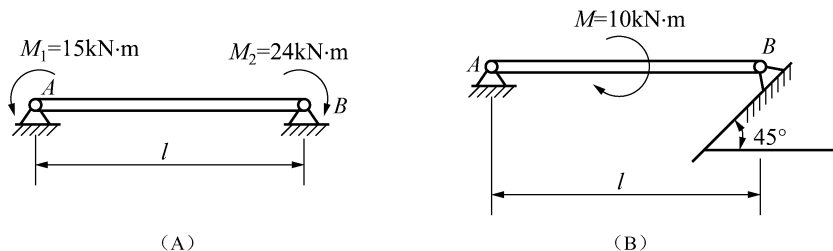

图 40
27. 构件的载荷及支撑情况如图 40 (A)、(B) 所示, $l = 4\text{m}$, 求支座 A、B 的约束反力。